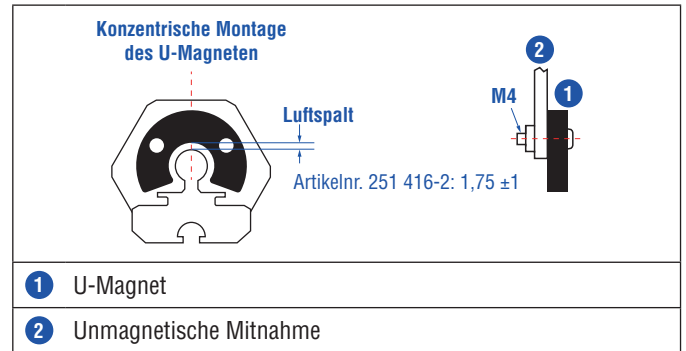
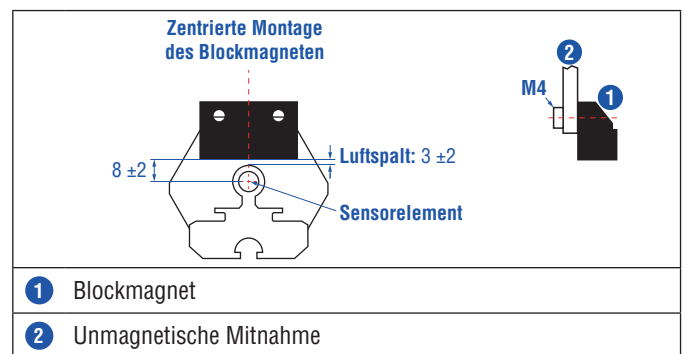

Abb. 30: Montage U-Magnet (Artikelnr. 251 416-2)
Abb. 31: Montage Blockmagnet (Artikelnr. 403 448)
- Montieren Sie Blockmagnete zentriert über dem Messstab oder dem Sensorprofil. Maximal zulässigen Luftspalt nicht überschreiten (Abb. 30/Abb. 31).